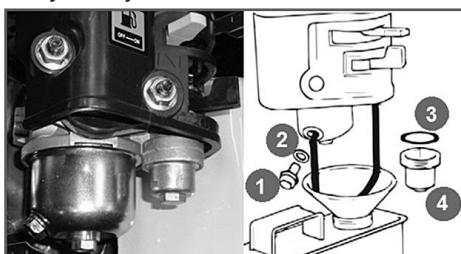

Рис.12 Обслуживание фильтра-отстойника карбюратора
камеры карбюратора (Рис. 12).
- Слейте топливо из топливного бака и карбюратора (Рис.12).